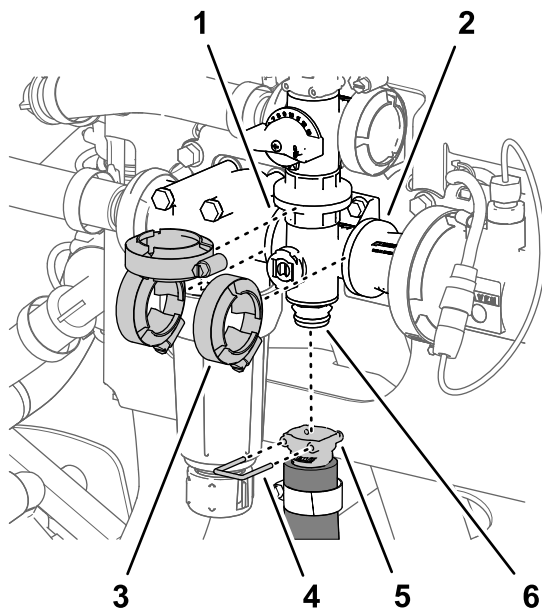

图 108
1. 拆下将搅拌软管快速连接耦合器固定至搅拌阀歧管上的快速连接销图 108。
2. 取下将搅拌阀歧管固定至压力式滤清器头和耦合适配器的法兰上的 3 个法兰夹具图 108。